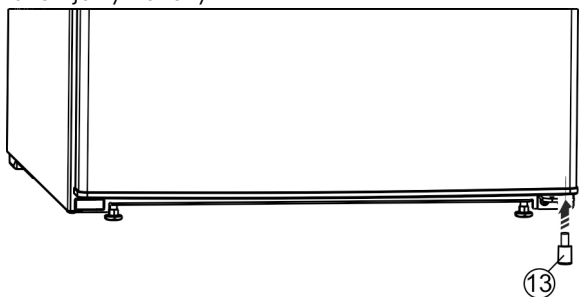

Fig. 24 *
- Dištančný diel Fig. 24 (13) nasadte znovu vpravo dole do dverí, pretože je to dôležité pre stabilitu zariadenia.*